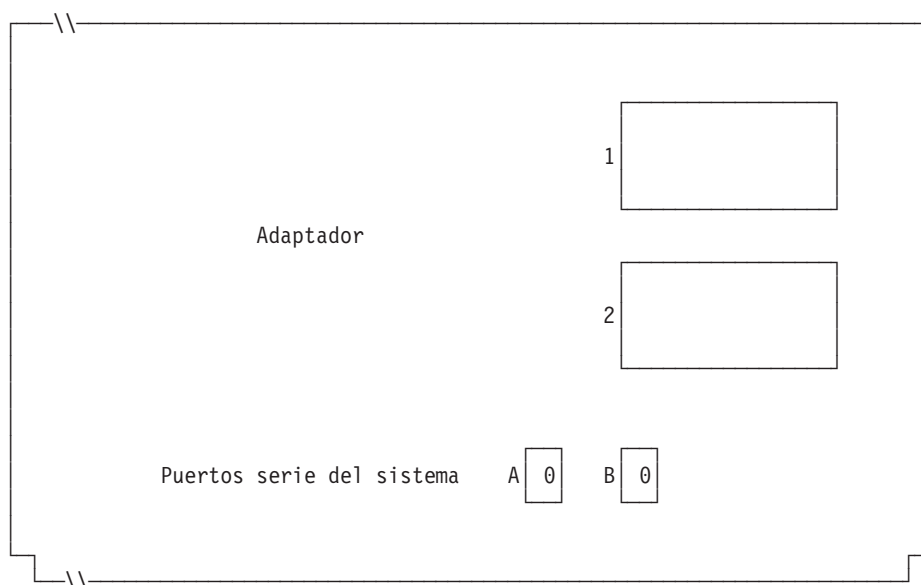

Figura 120. Lado derecho de la parte posterior del Terminal de Punto de Venta IBM 4694-3x7
6. Si las aplicaciones de terminal utilizan un puerto asíncrono, escriba el número de puerto en la Figura 120 en la página 343. Especifique un 0 para los puertos no utilizados por el terminal. Los números de puerto válidos son 1, 2, 3, 4.